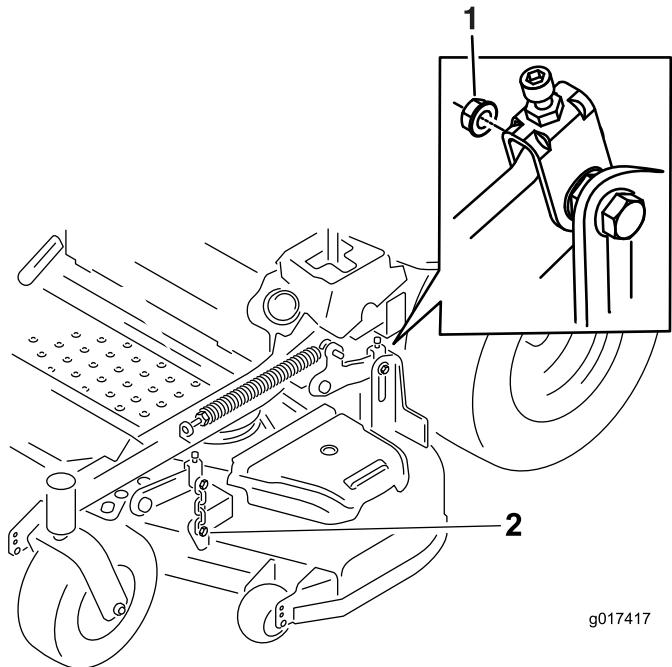

Figura 83
7. Retire y guarde los herramientas de ambos lados de la carcasa, según se muestra en Figura 83.